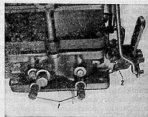

Рис. 23. Регулировочные винты системы холостого хода карбюратора: 1 — винты качества регулировки холостого хода; 2 — упорный винт дроссельных заслонок
Холостый ход регулируют упорным винтом 2 (рис. 23), ограничивающим закрытие дроссельных заслонок, и двумя винтами 1, изменяющими состав горючей смеси.
Состав смеси в каждой камере регулируется независимо от другой камеры своим винтом 1 (рис. 23).
При несоответствии содержания окиси углерода нормам ГОСТ 17.2.03—77 следует отрегулировать карбюратор винтами 1 (рис. 23). При заворачивании винтов смесь обедняется и содержание окиси углерода в отработавших газах уменьшается, а при отворачивании — смесь обогащается и содержание окиси углерода в отработавших газах увеличивается.
- Винтами 1 (рис. 23) и 2 отрегулируйте устойчивость холостого хода